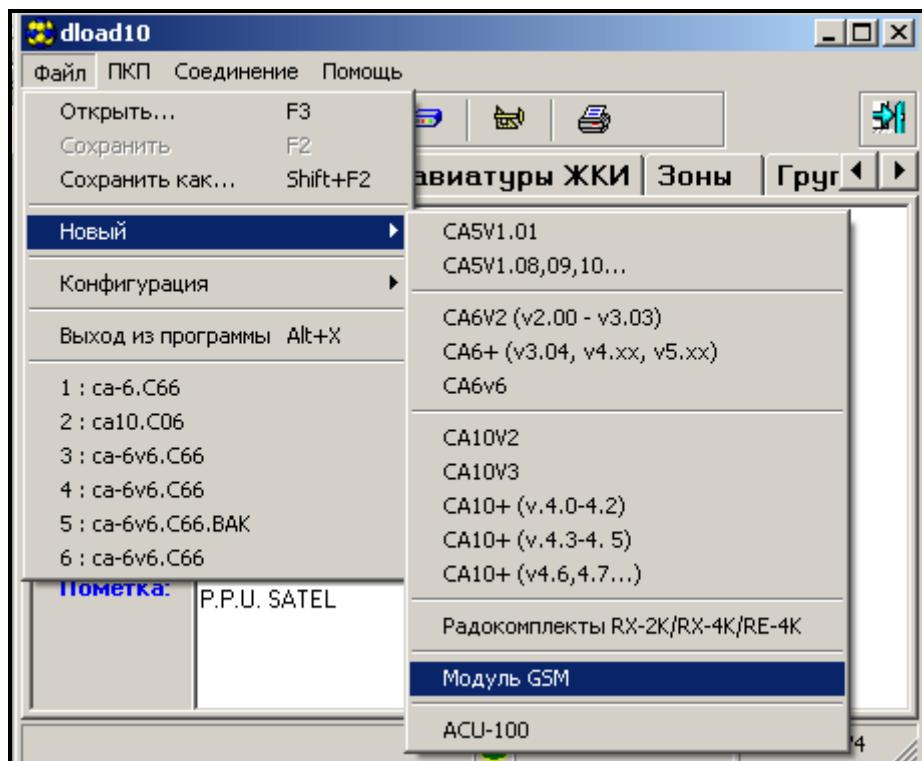

Рисунок 7.
1. Откройте окно с данными модуля, выбрав из меню программы **Файл→Новый →Модуль GSM** (см.: Рис. 7).